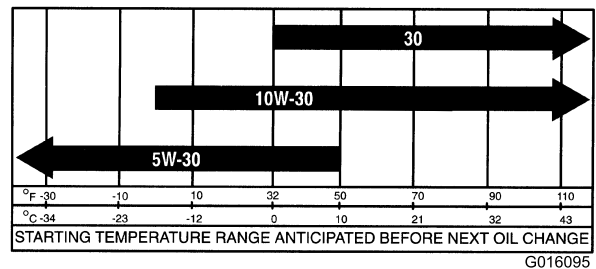

Figura 14
**Viscosità dell'olio del motore:** 10W-30; scegliete la viscosità dell'olio del motore in base alla temperatura dell'aria ambiente nella tabella in Figura 14.